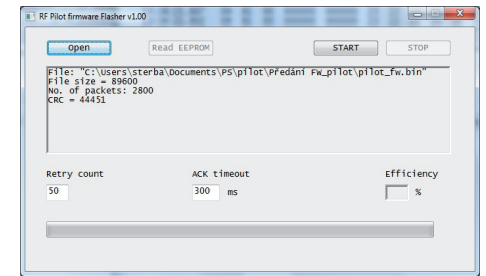

fig. 1c
- Elementul „număr încercări” este folosit pentru setarea numărului de repetiții ținând cont de pachetele trimise. Elementul „expirare ACK” programează perioada de așteptare pentru un pachet de confirmare de primire (fig. 1c) Valorile sunt pre-programate pentru valori verificate și nu necesita ajustări.